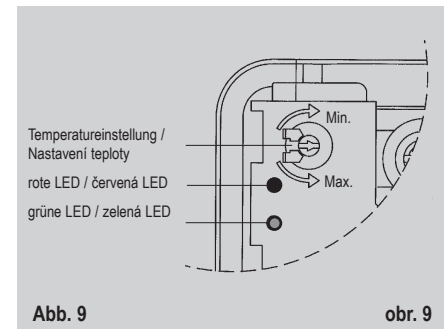
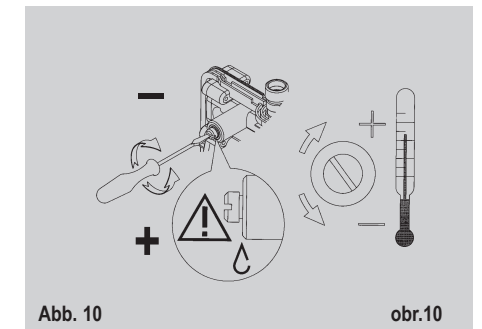

Abb. 9
Abb. 10
Mit dem Poti (Abb. 9) kann die maximale Auslauf-temperatur zwischen ca. 30 °C und ca. 50 °C durch einen Fachmann eingestellt werden. Die Werkseinstellung beträgt ca. 38 °C (beim MDX6-220 – 45 °C). Durch Drehen im Uhrzeigersinn reduziert sich die maximale Auslauf-temperatur, gegen den Uhrzeigersinn erhöht sie sich. Im Betrieb leuchtet die rote LED auf der Platine, wenn wegen der Leistungsgrenze des Durchlauferhitzers die voreingestellte Auslauf-temperatur nicht erreicht werden kann. In diesem Fall muss die Durchflussmenge reduziert werden. Die Voreinstellung der Durchflussmenge kann durch einen Fachmann an der Justierschraube (Abb. 10) eingestellt werden. Durch Drehen der Justierschraube im Uhrzeigersinn reduziert sich die Durchflussmenge, gegen den Uhrzeigersinn erhöht sie sich. Achtung! Die Justierschraube nicht über die umlaufende Kerbe hinaus herausdrehen, da es sonst zum Wasseraustritt kommen kann.
3. Bei Bedarf die gewünschte Auslauf-temperatur im Gerät einstellen. (Siehe Abb. 9)